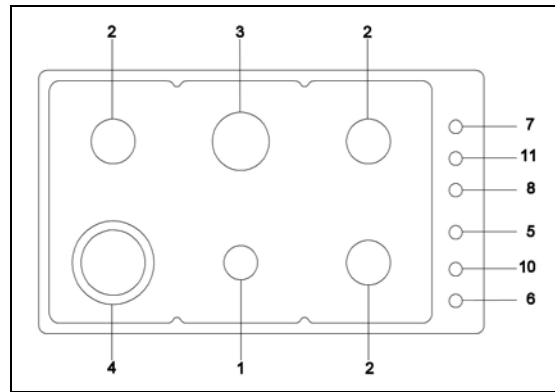

Fig. 14
- TABLE DE CUISSON AU GAZ MODELE **P960**, cfr. FIG.14 - Schéma Electrique B----